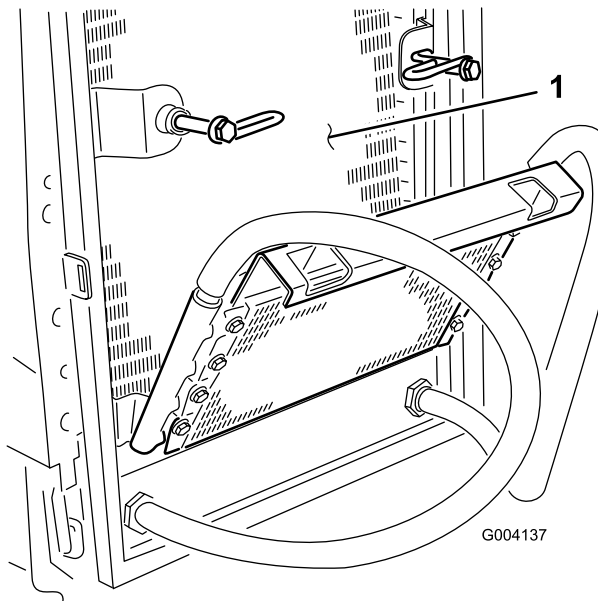

Bild 67
6. Reinigen Sie beide Seiten des Ölkühlers und des Kühlers gründlich mit Druckluft (Bild 67).